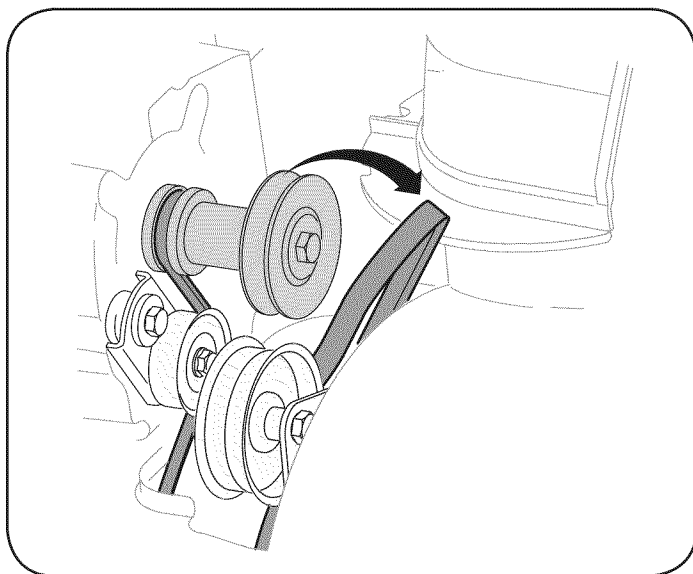

Figura 27
3. Saque la correa de la barrena de la polea del motor. Vea la Figura 27.